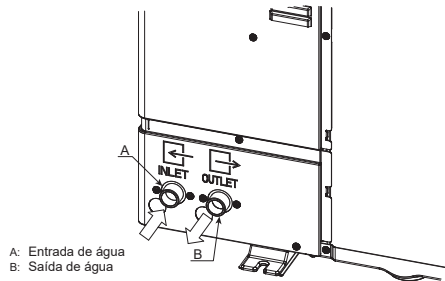

Fig. 6-1
6.1. Ligação da tubagem de água (Fig. 6-1)
- A posição dos tubos de entrada e de saída é apresentada na Fig. 6-1.